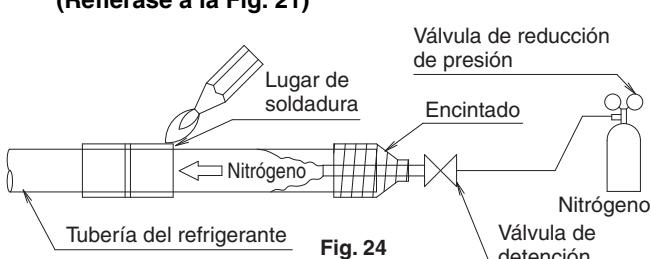

Fig. 24
- Antes de soldar tuberías de refrigerante, deje fluir nitrógeno a través de la tubería de refrigerante y sustituya el aire con nitrógeno (NOTA 1). (**Refiérase a la Fig. 24**) A continuación, suelde (NOTA 2).